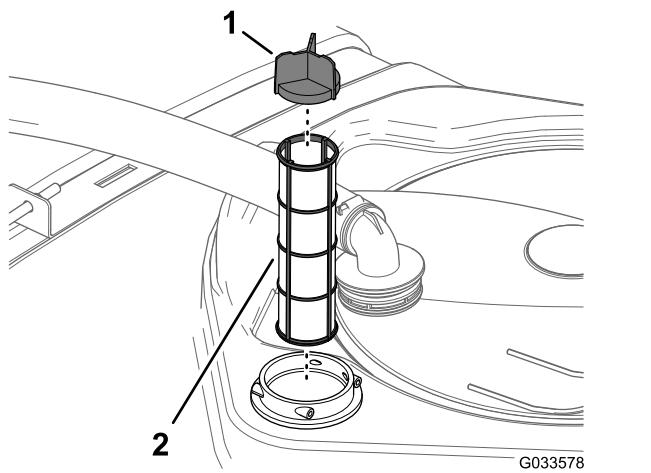

Bild 79
4. Ziehen Sie das Saugsieb aus dem Filtergehäuse im Behälter (**Bild 79**).